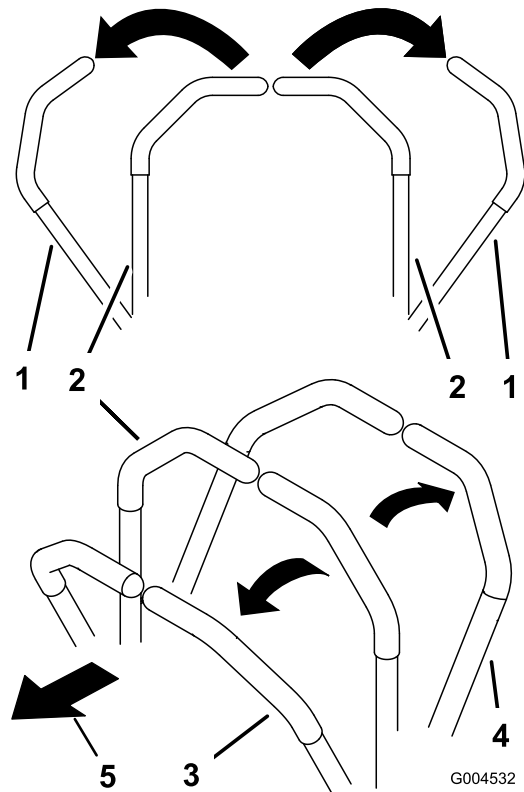

Figura 18
3. Para ir hacia adelante, empuje lentamente las palancas de control de movimiento hacia adelante (Figura 18).
Para ir recto, aplique la misma presión a ambas palancas de control de movimiento (Figura 18).
Para girar, mueva la palanca de control de movimiento hacia punto muerto en el sentido en el que desea girar (Figura 18).
- Para ir hacia atrás, tire lentamente de las palancas de control de movimiento hacia atrás (Figura 18).
Para girar, deje de empujar la palanca de control de movimiento del lado al que desea girar (Figura 18).